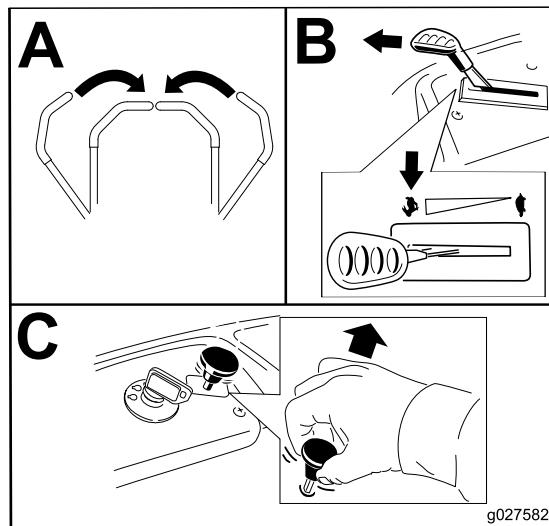

Figura 13
**Nota:** Engate sempre as lâminas com o acelerador na posição Fast (rápido).Figura 13